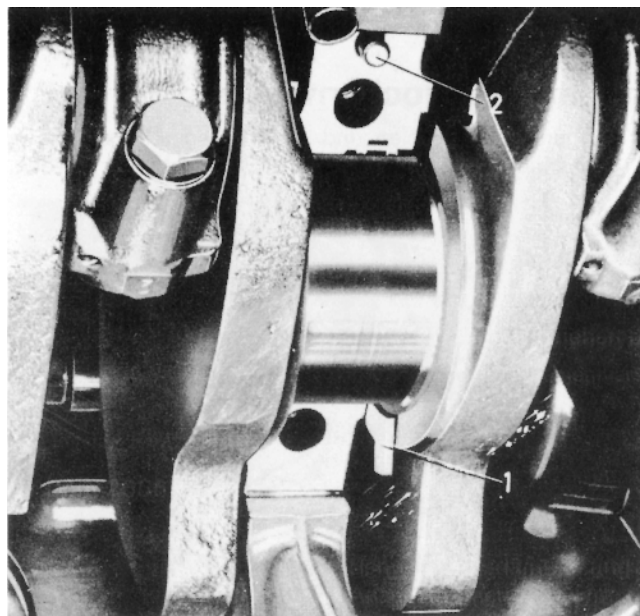

Fig. 87. Styrflik (1) och styrpinne för ramlageröverfall (2)
4. Montera tryckbrickorna för mellersta ramlagret (styr-lagret). Genom fixeringsuttagen kan brickorna endast monteras i ett läge (fig. 87).